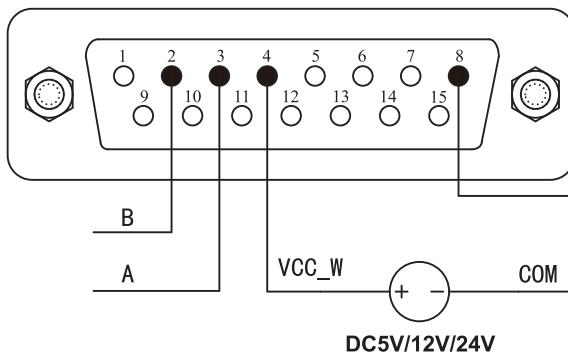
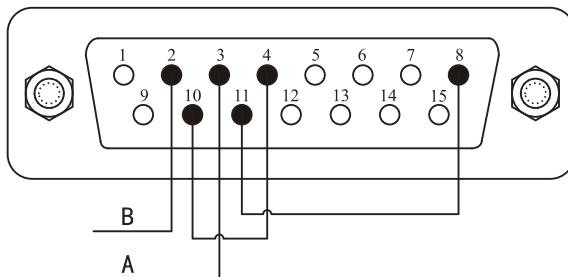

图20 通讯外部电源接线图
图21 通讯内部电源接线图
- 在切断电源状态下，参照图20或图21，进行接线。然后将DB15接口连接到泵的背部接口上。